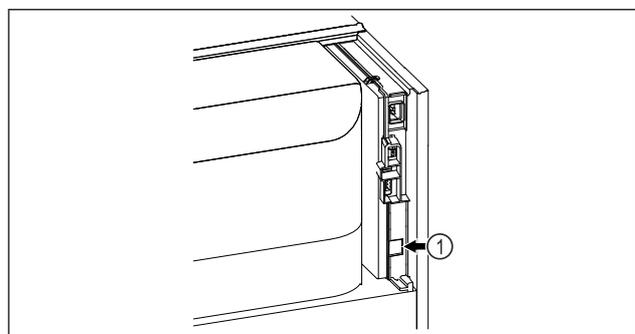

Fig. 183
- Se utiliza SmartModule Fig. 183 (1).